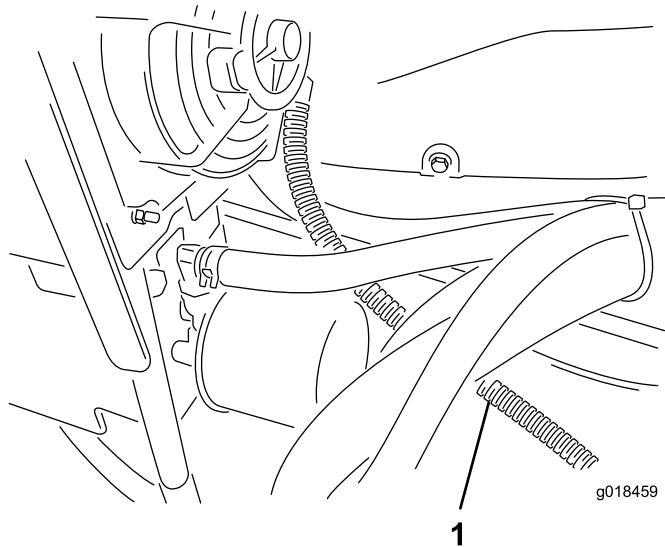

Figure 25
3. Acheminez le faisceau de câblage du groupe de refroidissement sous tous les flexibles et dans le compartiment des pompes (Figure 25).